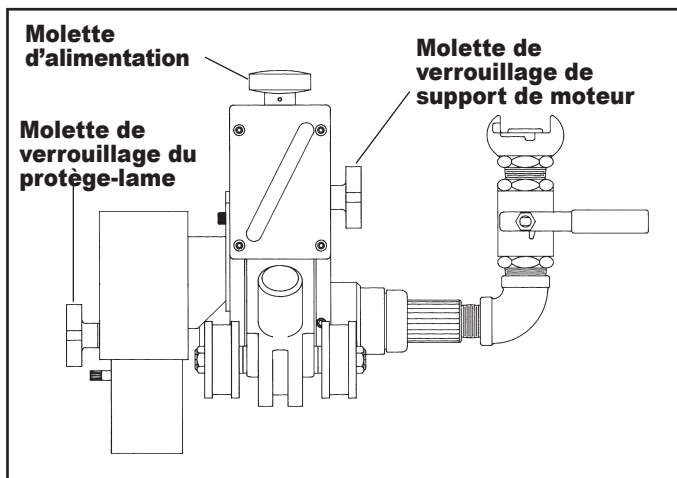

FIG. 4
- Desserrez la molette de verrouillage de support du moteur. (Fig. 4)
- Tirez le support de moteur le plus possible vers le haut en faisant tourner la molette d'alimentation dans le sens contraire des aiguilles d'une montre. (Fig. 4)
2. Tournez la molette d'alimentation de l'outil de coupe dans le sens des aiguilles d'une montre. (Fig.4) Abaissez le moteur et l'outil de coupe vers le tuyau sans toutefois toucher celui-ci. La molette de verrouillage du support de moteur doit être serrée, mais le support doit pouvoir toujours glisser..
- 2.* Vérifiez l'épaisseur de la paroi du tuyau à couper puis faites tourner la molette d'alimentation (fig. 4) jusqu'à ce que l'indicateur pointe sur la profondeur souhaitée pour l'outil de coupe. Prévoyez au moins ¼ po de lame au-delà de la profondeur de coupe.
*L'unique exception implique l'utilisation du coupe-tuyau en biseau avec de tuyaux en plastique où l'outil de coupe doit être engagé jusqu'à ce que le coupe-tuyau en biseau commence à couper. À ce point, l'indicateur de la jauge de profondeur peut être utilisé pour déterminer la quantité de biseau. L'engagement complet donne un biseau de 15/16 po. (Fig. 4)
3. Serrez la molette de verrouille de support du moteur. (Fig. 4)
4. Serrez la molette de verrouillage du protège-lame à environ 1/8 po du tuyau. (Fig. 4)